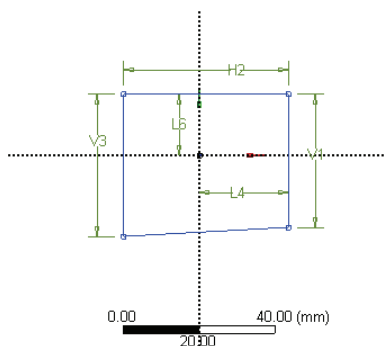

图 3-92 标注尺寸
- 9) 选择 Dimensions>General 命令并标注草图，如图 3-92 所示。